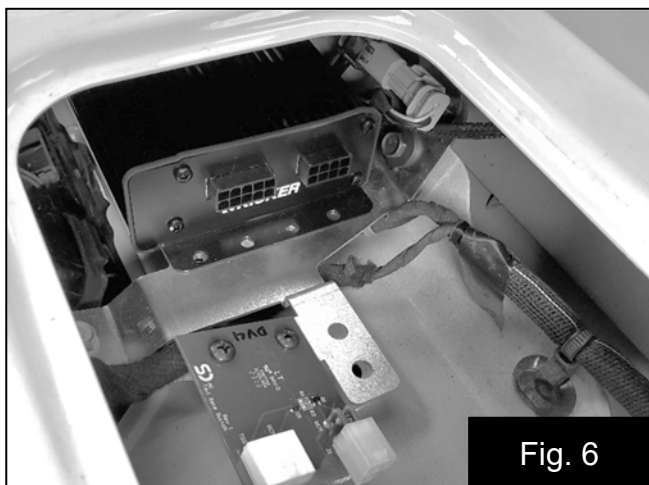

Fig. 6
9. Installez l'amplificateur sur le support de l'amplificateur à l'aide des vis fournies (vis courtes x 4). Fig. 6